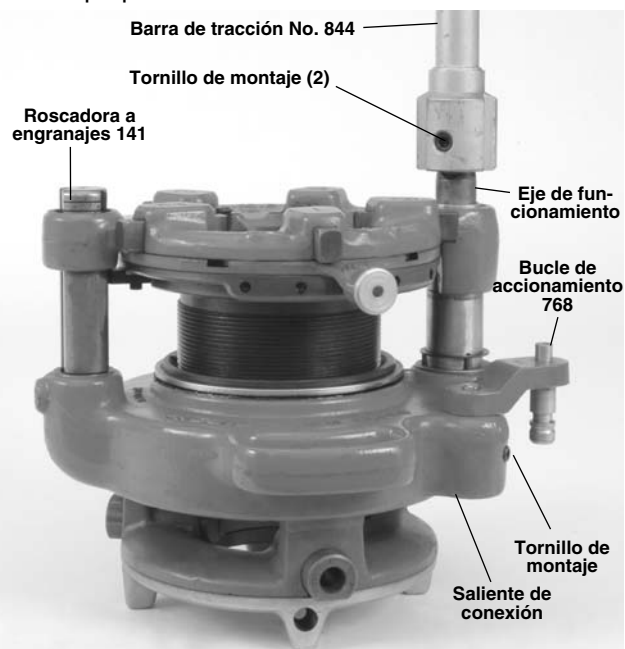

Figura 15 – Barra de tracción 844 y bucle de accionamiento 768, instalados
- Estando el eje de funcionamiento de la roscadora a engranajes levantado, conecte la barra de tracción 844 y ajuste bien los dos tornillos de montaje para trabar el acoplamiento (*vea la Figura 15*). Si está usando la máquina 535A, no conecte la barra de tracción en este momento.
1. Afloje el tornillo de montaje en el saliente de conexión de la roscadora a engranajes. Instale el bucle 768 en el saliente y apriete el tornillo de montaje para trabar la conexión (Figura 15). No apriete excesivamente – el bucle debe rotar libremente.